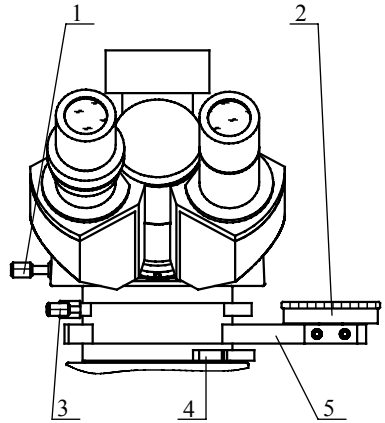

图 10
6. 偏光观察,见图 10
7. **锥光观察**, 见图 10。在光路中推入勃氏镜, 可进行锥光观察。调节勃氏镜调中螺钉, 可使图像移至视场中。